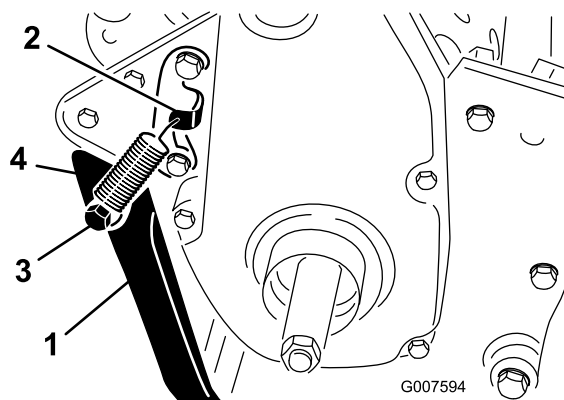

图8
2. 将弹簧钩入弹簧支架的孔中，并在将支撑架与后机架中的安装孔对齐时，将弹簧挂到弹簧柱螺栓上（图8）。
3. 用螺栓、锁紧垫圈、隔片、扁平垫圈和锁紧螺母将支架安装到机器的两侧（图8）。